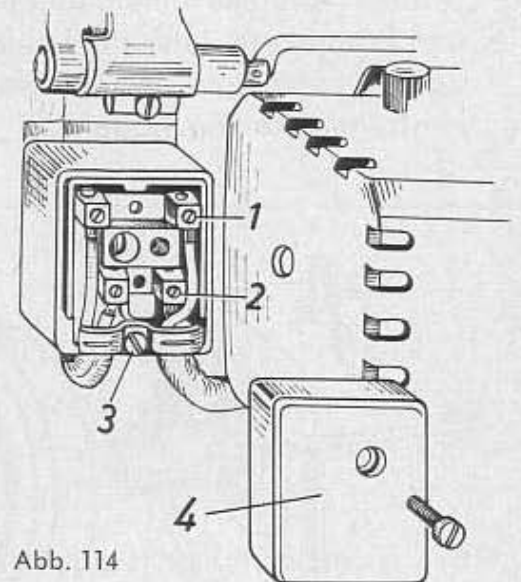

Abb. 114
1. Deckel 4 des Anschlußkastens (neben dem Greifer) abnehmen (Abb. 114).
4. Jetzt das Motorkabel nach Abb. 114 anschließen – das kurze Kabelende an Klemme 2 und das lange Kabelende an Klemme 1. Die Kabelhülle wird mit der Klemmleiste und Schraube 3 befestigt. Dann den Deckel des Anschlußkastens wieder aufschrauben.